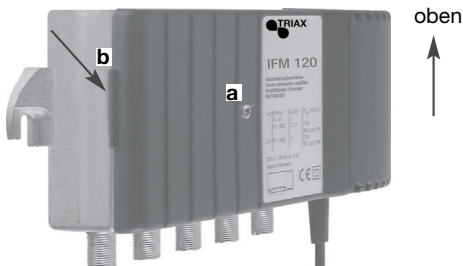

Abb. 1: Gehäuse
- Montage waagrecht (senkrechte Ausrichtung der Kühlrippen, siehe Abb. 1)
### 1. Abnehmen des Gehäusedeckels (Abb. 1):